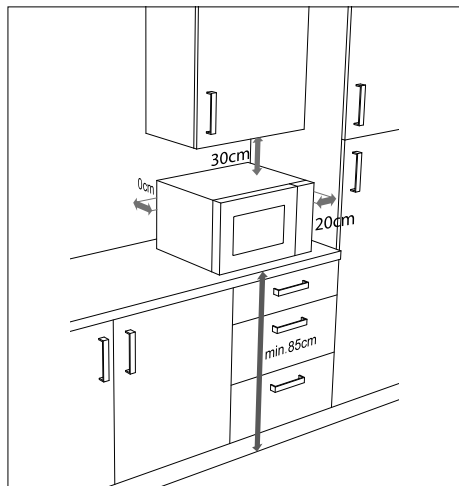

Fig. 4 – Distancias del aparato
- ▶ Se deben observar las distancias indicadas en «**Fig. 4 – Distancias del aparato**» para asegurar una buena ventilación. El distanciador de la pared posterior del aparato debe tocar la pared. Este garantiza que se mantiene la distancia correcta al colocar el microondas.